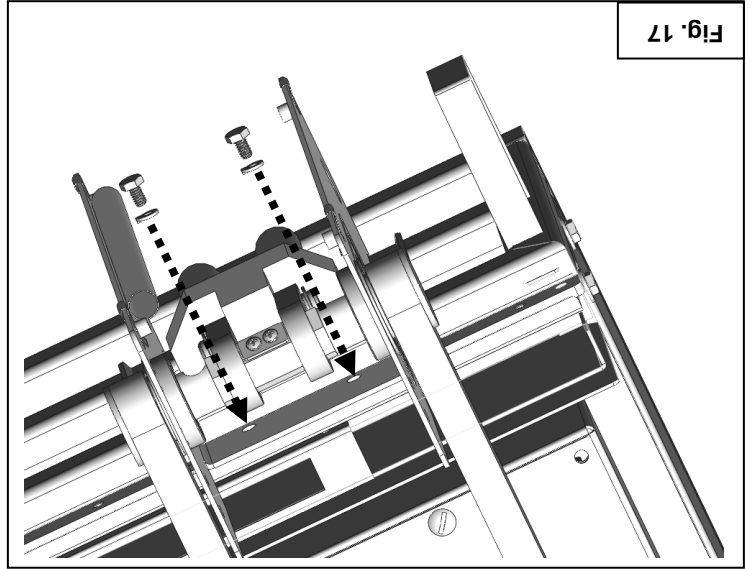

Fig. 17
19. Set unit to lowered position as shown in Fig C on page 6. Insert and tighten the top mounting bracket screws and washers. Fig.17.
19. Placez l'appareil à sa position abaissée tel qu'illustré à la figure C de la page 6. Insérez et serrez les vis et rondelles supérieures du support de montage. Voir Fig. 17.